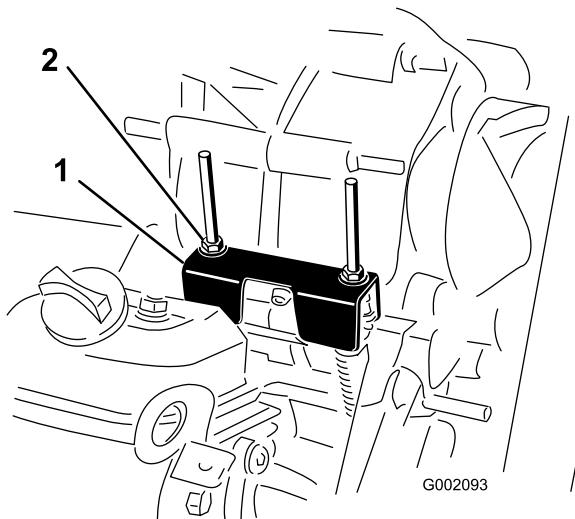

Рисунок 58
При выполнении планового техобслуживания и/или диагностики двигателя ведущий мост необходимо переключить в нейтральное положение (Рисунок 58). У автомобиля есть нейтральное положение на рычаге переключения передач, которое включает нейтральное положение ведущем мосту. Необходимо выполнить следующие действия, чтобы убедиться в правильной работе рычага переключения ведущего моста в нейтральное положение:
2. Убедитесь, что кронштейн нейтрали находится в нейтральном положении (на уровне кронштейна крепления троса, расположенного под кронштейном переключения передач), повернув ведомое сцепление (Рисунок 58).
3. Поверните одну из контргаек (Рисунок 58), чтобы получить зазор от 0,762 до 1,52 мм между нижней частью гайки/шайбы и кронштейном нейтрали.